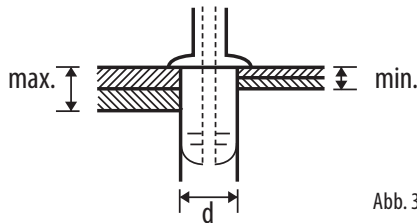

Abb. 3
- Wählen Sie einen Nieten aus geeignetem Material, mit Abmessungen entsprechend dem Bohrungsdurchmesser und seiner minimalen und maximalen Tiefe. Diese Parameter sind für eine feste Vernietung notwendig, siehe Abb. 3.